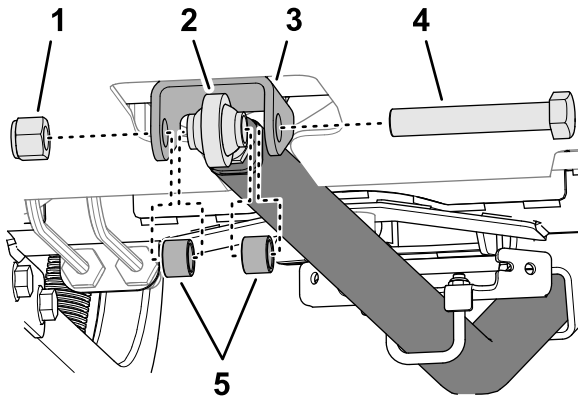

図 13
9. 牽引バーのロッド端部にある穴を、後フレームバルクヘッドの牽引バーマウントの穴に合わせる **図 13**。
10. ロッド端をマウントに取り付けるキャップスクリュ 3/4 x 4 1/2"、ロックナット3/4"を使用して **図 13** のように取り付ける。